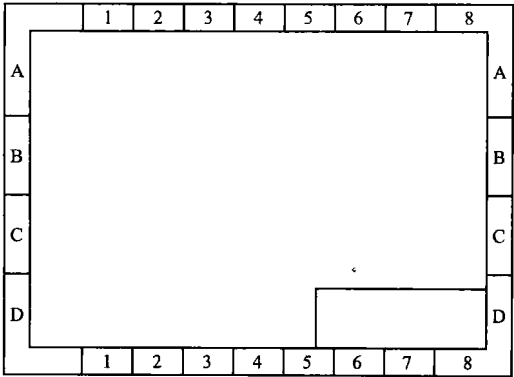

图 1-3-3 图幅分区法示例
(1) 将图纸相互垂直的两边框分别等分，分区的数量视图的复杂程度而定，分区的数量必须是偶数，每个分区的长度在 25～75mm 之间，分区线用细实线。
(2) 竖边方向分区用大写的拉丁字母从上到下按序标号；横边方向分区用阿拉伯数字从左到右编号，分区代号用字母在前和数字在后的组合来表示，如 D3、B5 等，如图 1-3-3 所示。